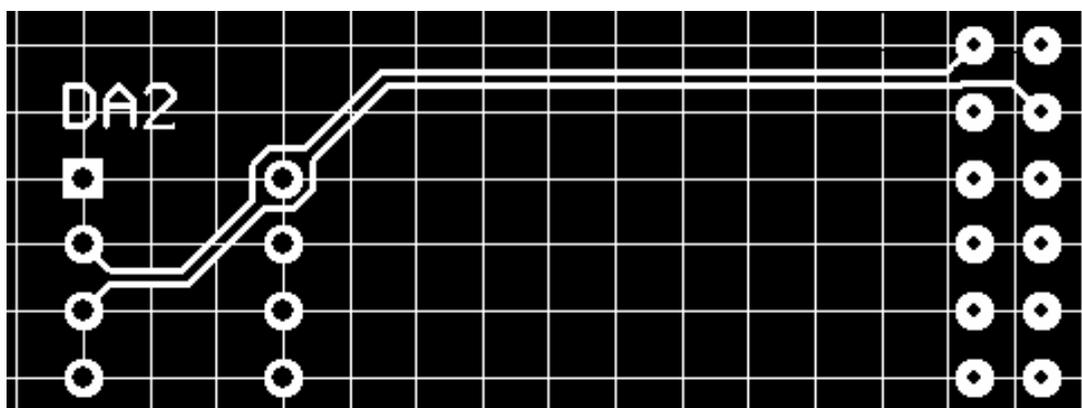

Рис. 7.21
3. Навести курсор на один из контактов компонента, с которого начинается трассировка дифференциальной пары и щелчком левой клавиши мыши дать старт прокладке трассы. Программа сводит проводники дифференциальной пары до расстояния, определенного в правилах и далее ведет оба проводника параллельно (рис. 7.21).